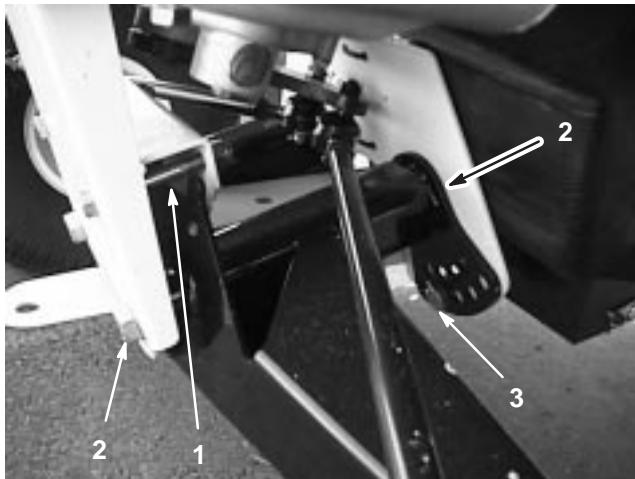

Bild 33
- 2. Entfernen Sie die Anschlagschraube (Bild 33).
- 3. Lockern Sie die Zentrierschrauben im vorderen A-Arm (Bild 33).
- 4. Entfernen Sie die Fahrhöhe-Einstellschraube (Bild 33).
5. Drehen Sie den vorderen A-Arm in die gewünschte Stellung (siehe die nachstehenden Hinweise) und schrauben die Höheneinstellschraube wieder ein (Bild 33).
7. Setzen Sie die Anschlagschraube (Bild 33) wieder ein.